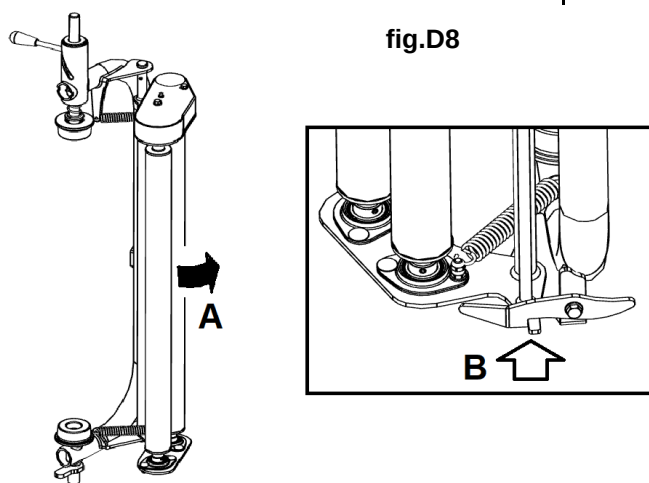

fig.D8
- (**fig.D8**) - spingere manualmente i rulli tendi-film, in apertura (**A**), fino all'aggancio del fermo posteriore (**B**);
- (**fig.D8**) - sollevare la leva di blocco bobina dalla sua posizione bassa (**C** / blocco bobina) a quella alta con aggancio meccanico (**D** / bobina libera);
- Sganciare la leva di blocco bobina dalla sua posizione di blocco (**fig.D8 - D**) così da permettere al perno conico superiore di scendere e bloccare la bobina (**fig.D9 - H**);
- (**fig.D8**) - manually push the film tensioning rollers, into the opening **A**, until the rear stop is hooked (**B**);
- (**fig.D8**) - lift the reel lock lever from its low position (**C** / reel lock) to the high one with mechanical stop (**D** / free reel);
- Release the reel lock lever from its locking position (**fig. D8 - D**) so as to allow the upper conical pin to go down and lock the reel (**fig.D9 - H**);